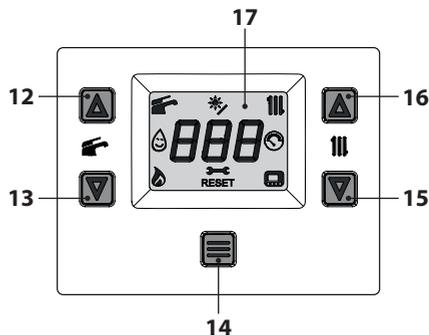
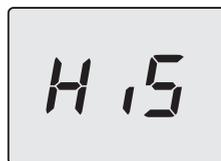

Figura 7.8
Figura 7.9
- Entre en la "modalidad programación" pulsando simultáneamente durante 5 segundos los botones 13 y 15 (Figura 7.8) hasta que aparezcan en el display LCD las letras **HiS** que indican el menú "Histórico de la caldera" (Figura 7.9).
- Pulse el botón 14 (Figura 7.8) hasta que aparezcan en el display LCD las letras **StF** (Start Full) alternadas con **34** (valor de la calibración) (Figura 7.11).
- mantener pulsados simultáneamente los botones 13 y 15 durante 5 s (Figura 7.8) (vuelta al nivel anterior).